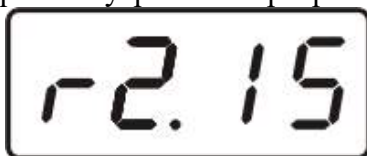

Рисунок 4.1 Индикация версии внутреннего программного обеспечения
- 4.5** При включении газоанализатора на его экране индицируется версия внутреннего ПО, Рисунок 4.1 Индикация версии внутреннего программного обеспечения